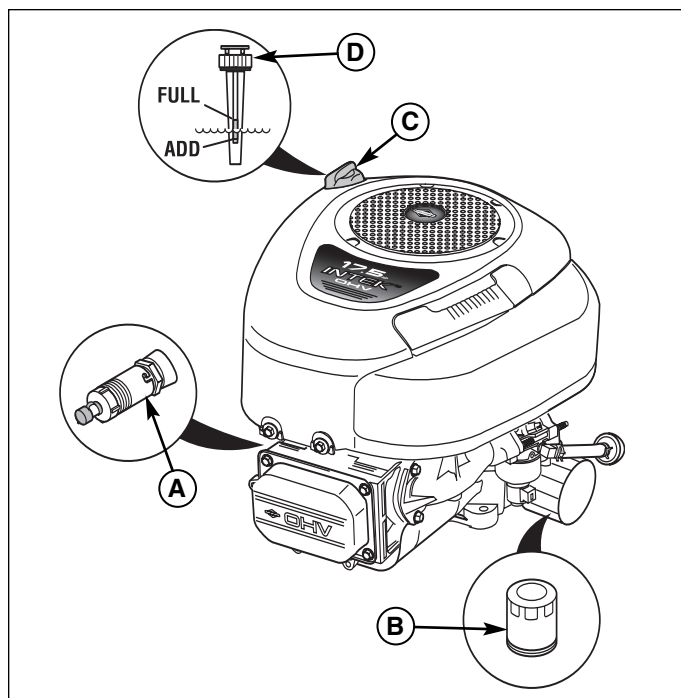

Figura 22. Modelli Briggs & Stratton a cilindro singolo
1. Poggiare un contenitore adeguato da circa 4,5 litri sotto la valvola di spurgo dell'olio (A, Figura 22 o 23).